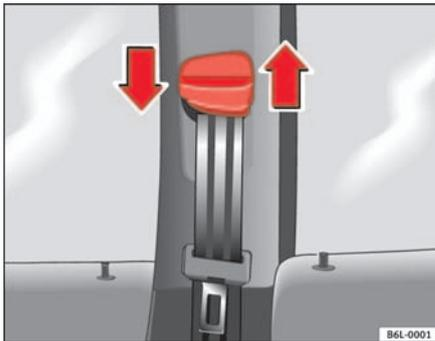

Abb. 16 Einbauort der Gurthöheneinstellung
- Drücken Sie den Umlenkbeschlag im oberen Bereich und halten Sie den Beschlag in dieser Stellung ⇒ **Abb. 16.**